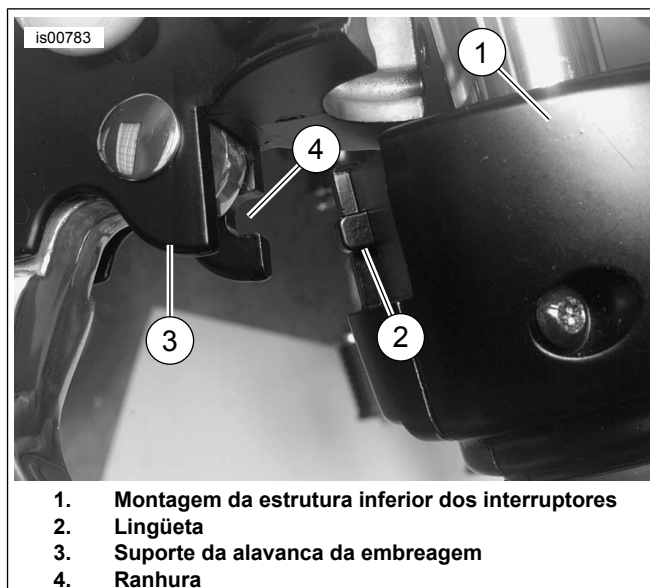

Figura 15. Suporte da alavanca da embreagem instalado na estrutura dos interruptores do lado esquerdo do guidom
6. Posicione o conjunto da alavanca manual da embreagem dentro do conjunto da estrutura dos interruptores. Veja a Figura 15. Encaixe a lingüeta (2) na estrutura inferior dos interruptores (1) com a ranhura (4) na parte inferior do suporte da alavanca da embreagem (3).